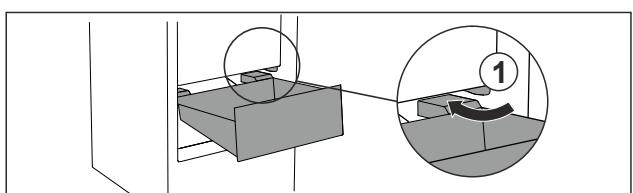

Fig. 87
- Prevedte zásuvku šikmo okolo zarážok Fig. 87 (1).